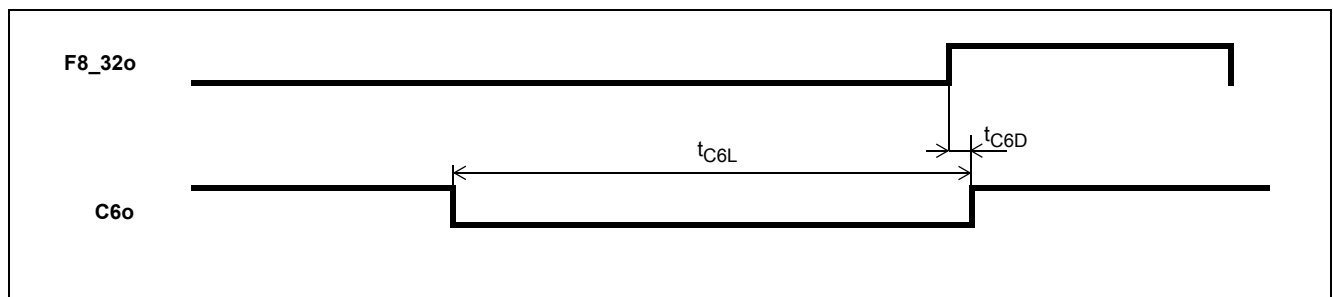

**Figure 28 - DS1 Output Timing Referenced to F8/F32o**
**AC Electrical Characteristics\* - DS1 output timing (see Figure 28).**